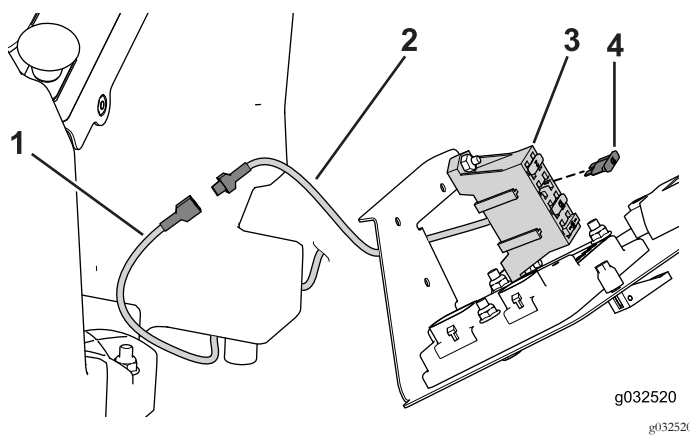

Figura 40
- Enrute el cable eléctrico auxiliar hacia el compartimento de controles del operador (Figura 40).
- Conecte el cable eléctrico auxiliar a un cable libre del bloque de fusibles (Figura 40).
- Instale un fusible (10 A) en el zócalo que está conectado al cable eléctrico auxiliar (Figura 40).